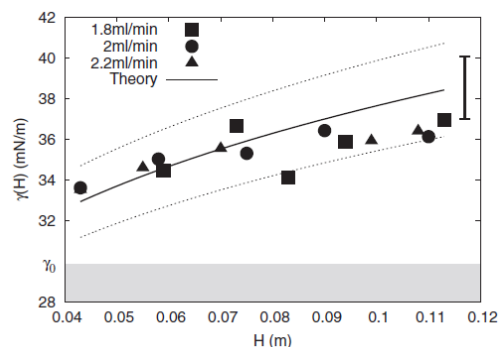

FIGURE 4 – Courbe expérimentale mesurant la tension de surface γ en fonction de la hauteur H dans le film.
25. Comparer ce résultat aux mesures expérimentales obtenues par Adami et collaborateurs (Figure 4).